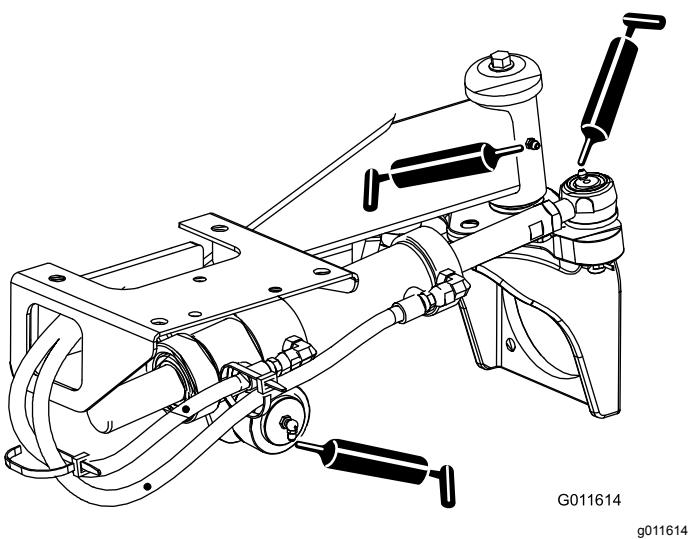

Bild 66
- Lenzkylinder-Kugelgelenke (2) und Hinterachse (1)—Bild 66